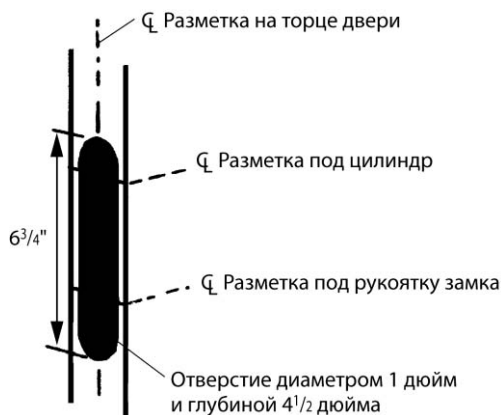

Рис. 6.25. Выемка в торце двери
3. Разметить точки сверления на торце двери. Просверлить два отверстия диаметром 1 дюйм (25,4 мм) и глубиной 4 1/2 дюйма (114 мм) и выдолбить выемку по вертикали длиной 6 3/4 дюйма (171,5 мм) (рис. 6.25).